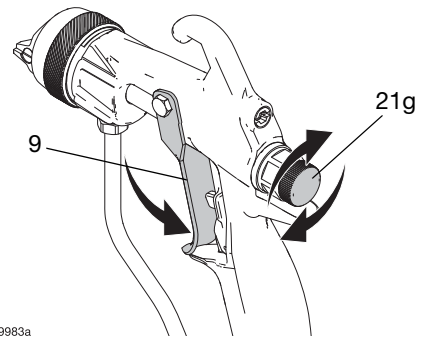

FIG. 32 : Vérifiez la gâchette et le bouton de réglage du ventilateur
8. Vérifiez la gâchette (9) et le mouvement du bouton de réglage du ventilateur (21g). Lubrifiez ou réparez si nécessaire. Voir FIG. 32.